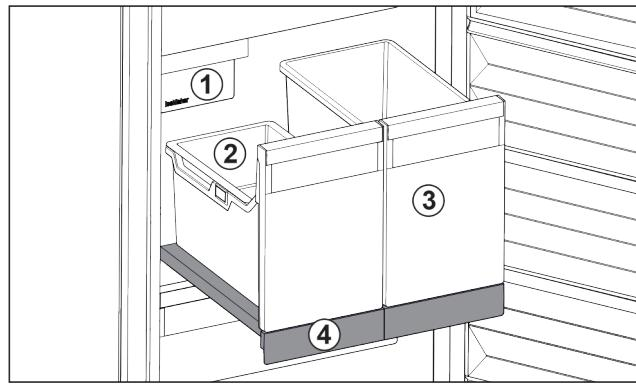

Fig. 79 Izvlačna ploča s IceTower
Na izvlačnoj ploči se nalaze dva visoka spremnika (IceTower). U spremniku se skupljaju i spremaju Fig. 79 (2) kockice leda iz IceMaker. Spremnik Fig. 79 (3) je prikladan za čuvanje visokih namirnica kao što su pizza ili alkoholna pića.